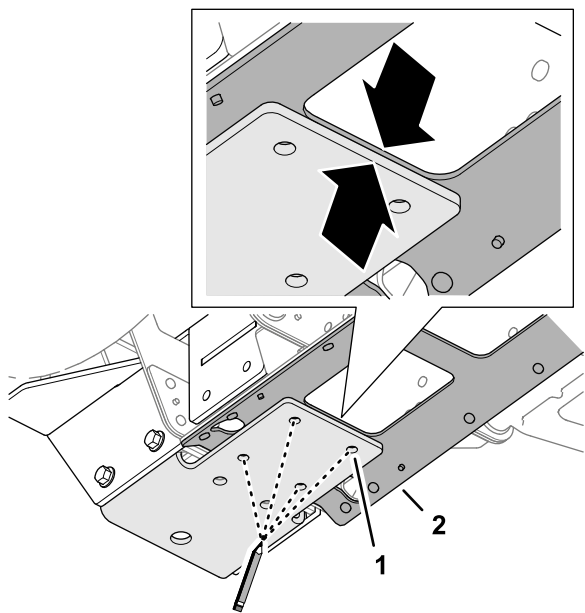

Figura 50
- Alinhe a extremidade posterior do suporte inferior com a extremidade da abertura de acesso na placa do canal central (Figura 50).
- Marque os locais dos 4 furos do suporte inferior na placa do canal central como se mostra na (Figura 50).